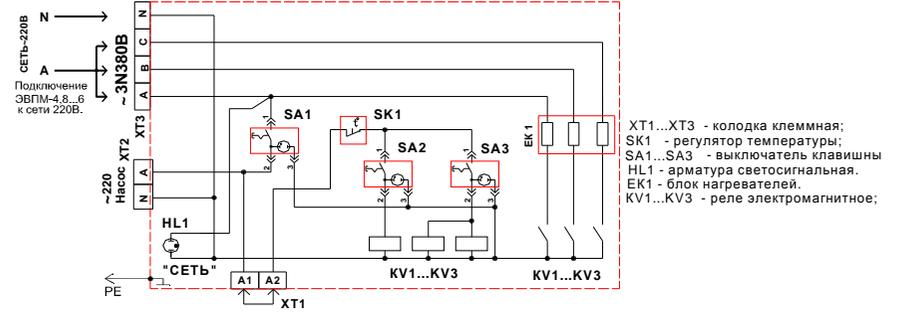

Рис. 3 ЭВПМ-4,8...12(3 реле, 3 нагревателя) Схема электрическая принципиальная.
7.6. Система с естественной циркуляцией (рис. 3) зависима от расположения водонагревателя (котла) и требует монтажа труб большого диаметра. Водонагреватель, с целью улучшения условий циркуляции воды в системе отопления, необходимо установить так, чтобы его нижний патрубок был ниже радиаторов отопления (нижней точкой всей системы отопления), что выполнить не всегда удается.